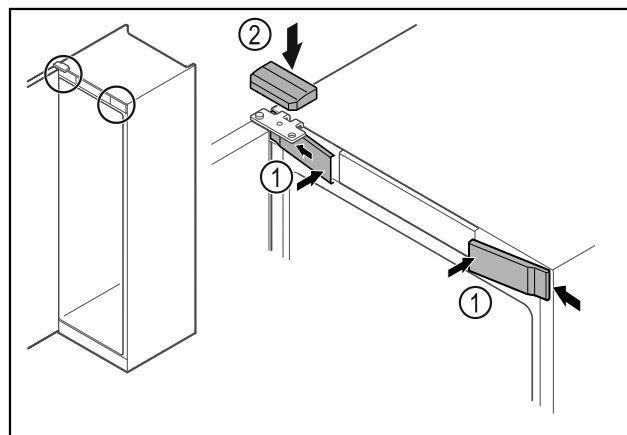

Fig. 60
- Agganciare le coperture anteriori Fig. 60 (1) di lato e innestarle.
- Innestare la copertura superiore Fig. 60 (2) dall'alto.